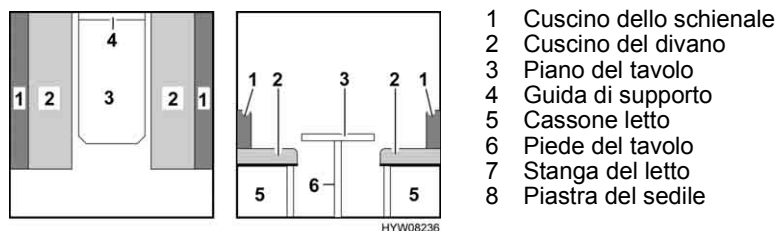

Fig. 47 Prima della trasformazione
- Sollevare leggermente il piano del tavolo (Fig. 47,3) in avanti.
- Sbloccare il piede del tavolo (Fig. 47,6) dall'elemento di fissaggio e ribaltarlo sul lato inferiore del tavolo.
- Alzare il piano del tavolo di circa 45° e sollevarlo dalla guida di supporto (Fig. 47,4) e riporre il piano del tavolo da parte. Il tavolo non è necessario per la trasformazione dei letti.
- Rimuovere i due cuscini del divano (Fig. 47,2) e posarli di lato.
- Rimuovere i due cuscini dello schienale (Fig. 47,1) e posarli di lato.